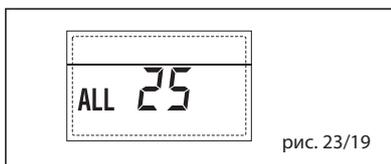

рис. 23/19
– **НЕПОЛАДКА ВСПОМОГАТЕЛЬНОГО ДАТЧИКА (S3) “ТРЕВ. 26” (рис. 23/20)**